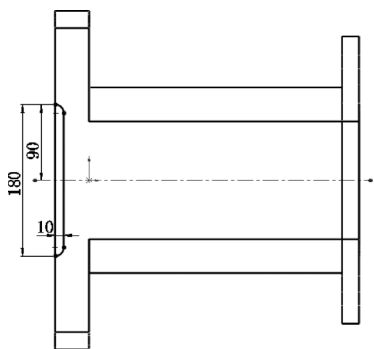

图 9-48 绘制草图
② 添加几何关系。选择菜单栏中的“工具”→“几何关系”→“添加”命令，或单击“草图”控制面板中的“添加几何关系”按钮，使切除草图底边与底座的下边线共线，圆弧圆心在底座的下边线上，如图 9-48 所示。